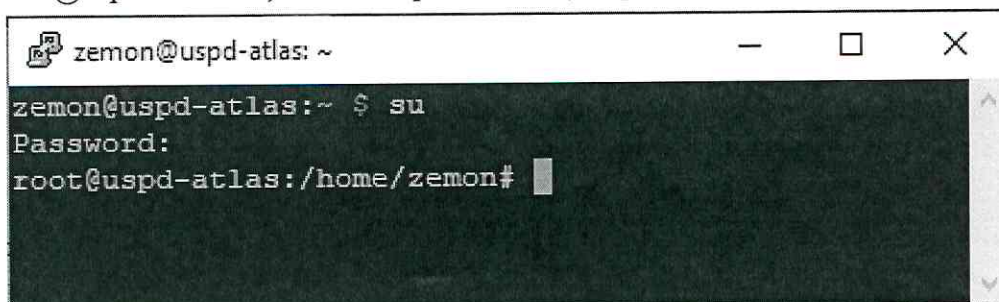

Рисунок 12 – Ввод имени и пароля пользователя
- – в этом же окне, перейти в режим «super user»: ввод команды su (в строке atlas@uspd-atlas: ~ \$) и ввод пароля: atlas (см. рисунок 12);